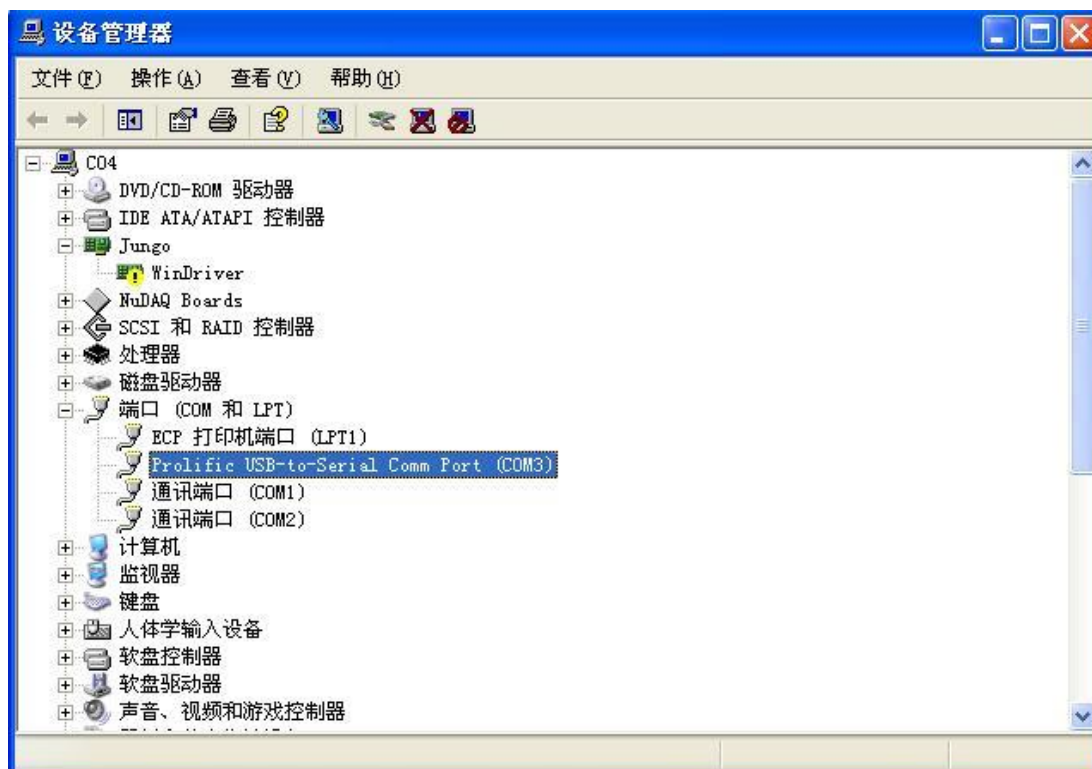

图 4-15 通过设备管理器查找串口号界面
- 3) 选择对应的串口（该串口可以在设备管理器里找到，如图 4-15 所示的串口号为 com3）。